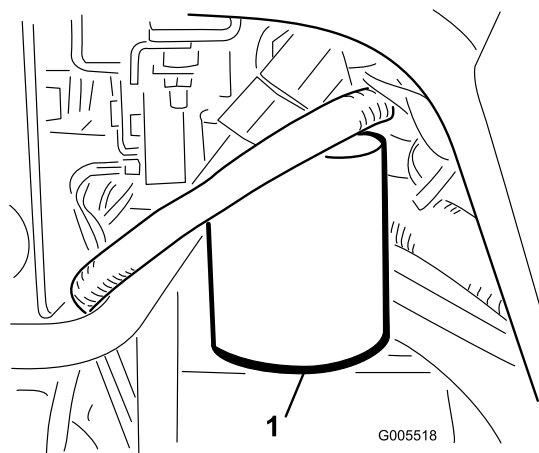

図 59
1. フィルタ容器の周辺をウェスできれいにぬぐう (図 59)。フィルタの下に廃油受けを置いてフィルタを外す。